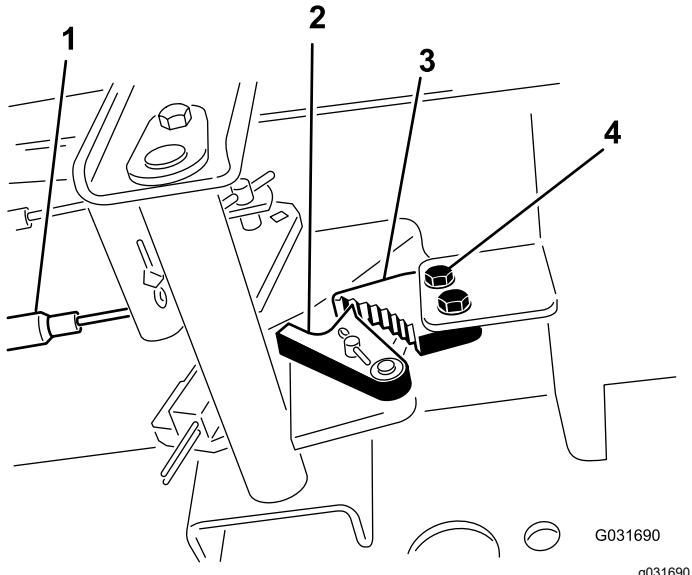

図 90
1. 駐車ブレーキのツメをフレームに固定しているねじ2本をゆるめる図 90。
2. ブレーキのツメが戻り止めに完全に掛かるまで駐車ブレーキペダルを前に踏み込む図 90。